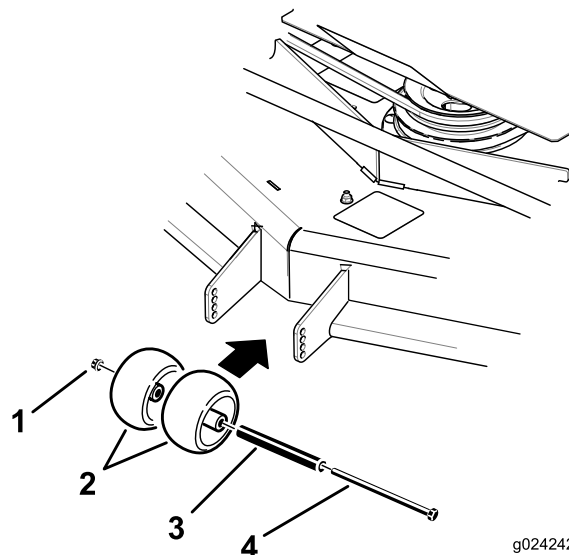
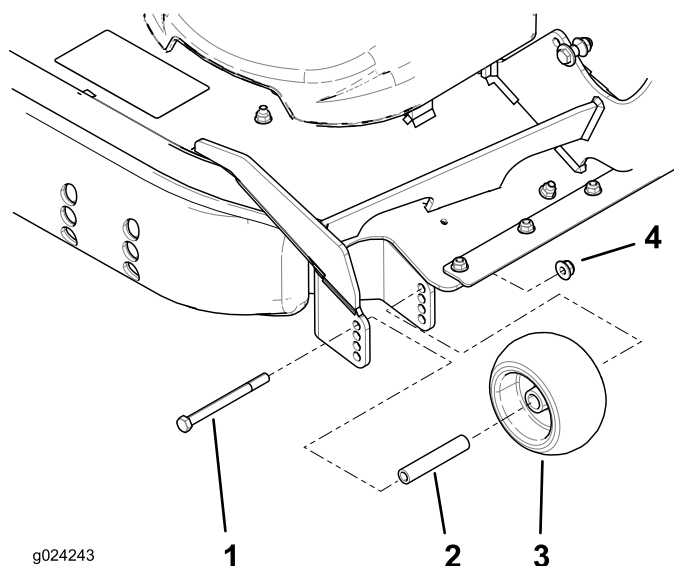

Figura 28
Figura 29
3. Regolate i fori antistrappo come illustrato in Figura 28 e Figura 29 per adattarli alla posizione di altezza di taglio più vicina.